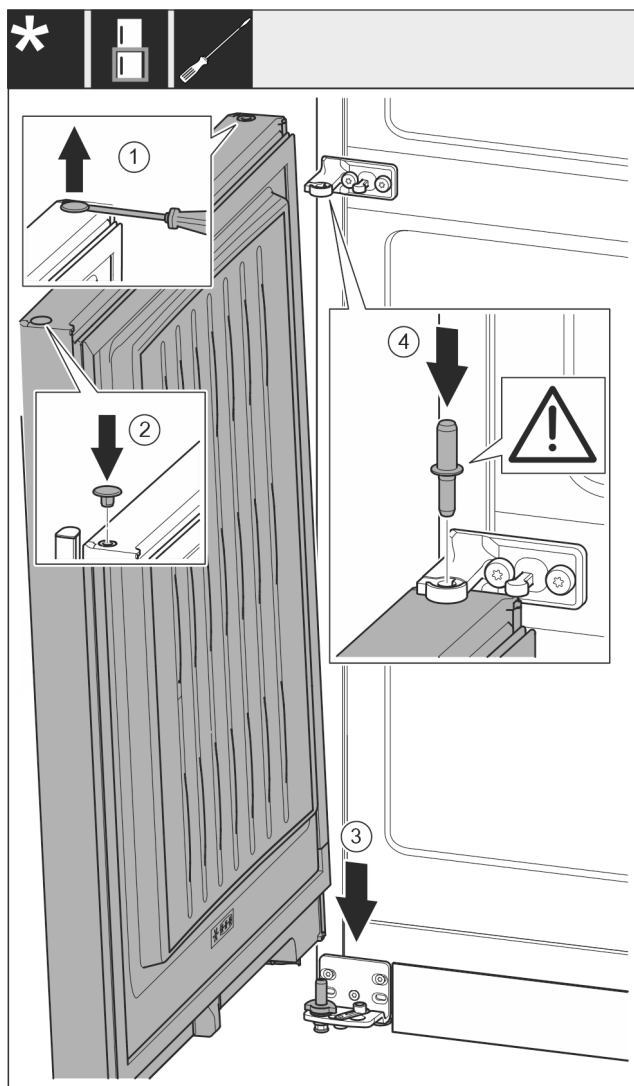

Fig. 24
- ▶ Осторожно приподнимите шлицевой отверткой заглушку Fig. 24 (1) и извлеките ее.
- ▶ Снова установите заглушку Fig. 24 (2) с другой стороны двери.
- ▶ Установите дверь Fig. 24 (3) сверху на нижний опорный палец.
- ▶ Вставьте средний опорный палец Fig. 24 (4) через средний опорный кронштейн в нижнюю дверь. При этом проследите за тем, чтобы выступ фиксатора был направлен назад.